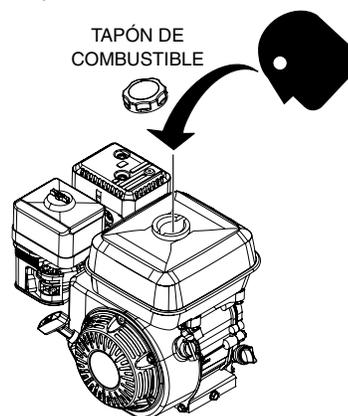

Figura 6. Revisión del combustible
1. Inspeccione visualmente (Figura 6) si el nivel de combustible es bajo. Si el nivel está bajo, llene con gasolina sin plomo.